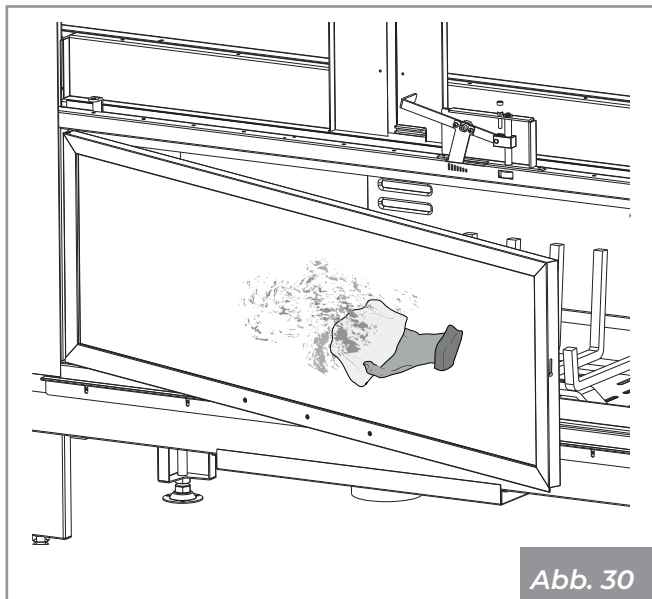

Abb. 30
- 2) Reinigen Sie das Glas mit einem feuchten Tuch oder mit angefeuchtetem Papier mit Asche (**Abb. 30**).